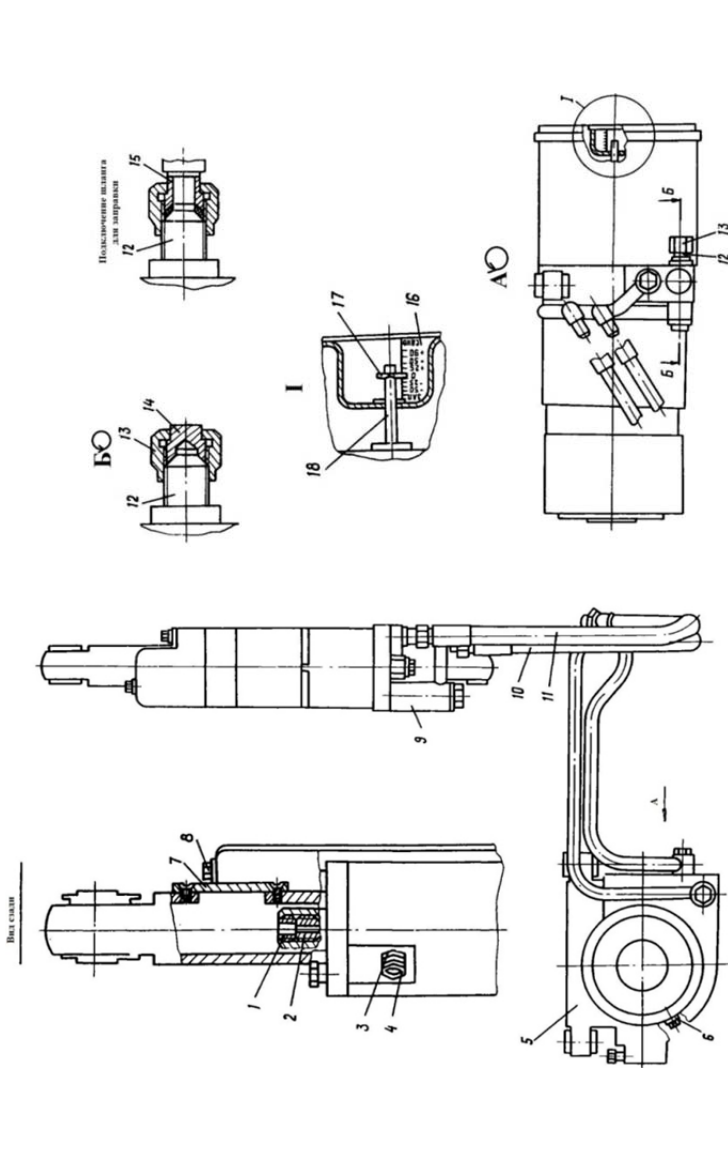

Рис. 2.22. Выпуск воздуха из питающей установки и исполнительного цилиндра:
- подсоединить шланг ручного насоса из ЭК к заправочному клапану 12 (рис. 2.22) питающей установки;